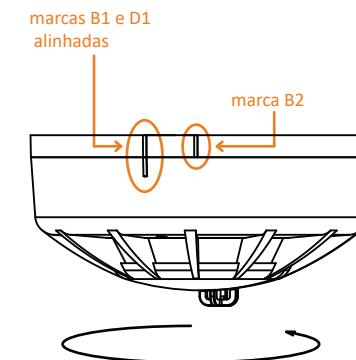

Figura 3
Passo 2: Com as marcas D1 e B1 alinhadas, rotacione o detector (figura 3), até que a marca D1 fique alinhada com a marca B2.